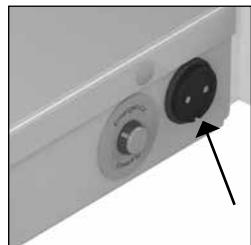

Figure 10 Raccordement du chargeur.
- La prise de raccordement du chargeur est située au centre du châssis (*Cf. figure 10*).
- Raccordez le chargeur au brancard Marina (*Cf. figure 10*).